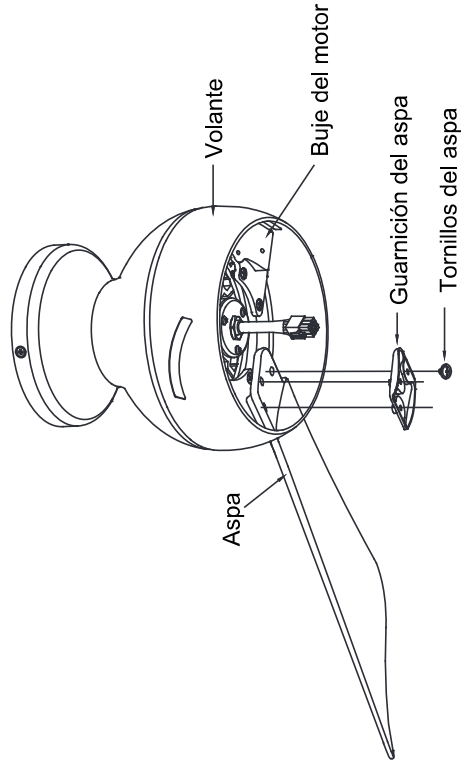

Fig. 12
Paso 2. Inserte el aspa a través de las muescas del volante y acople al buje del motor utilizando los tornillos y la guarnición del aspa. Asegúrese de que los tornillos que sujetan las aspas al buje del motor estén bien ajustados y debidamente colocados (**Fig. 12**).